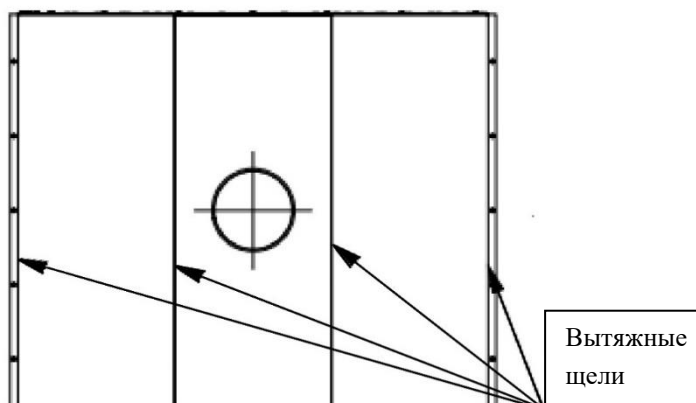

Рисунок 3
2.2.4 Для эффективного, с высокой скоростью, удаления дыма и оптимизации воздушного потока, в конструкции зонта предусмотрены вытяжные щели, расположенные по длине зонта в 4 ряда. Ширина щелей 16 мм, что позволяет отводить больше дыма даже при интенсивной роботизированной сварке (Рисунок 3).